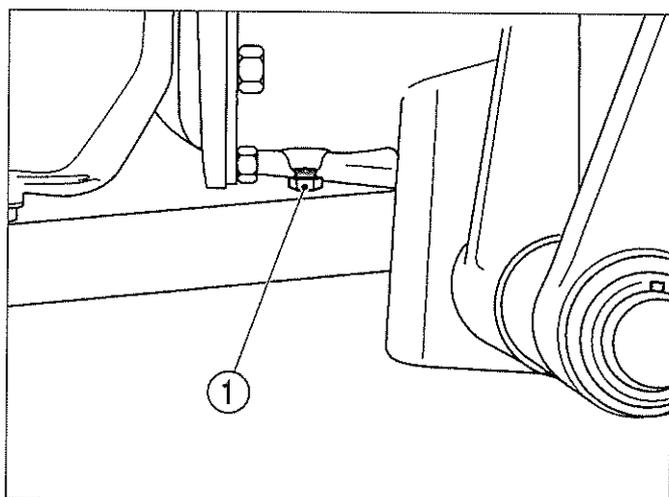

FIG. 76 / ABB. 76 / FIG. 76
8. Bouchon du carter d'embrayage (Type MU) - placez le bouchon 1/8" (1) de la fig. 76 dans l'orifice situé au bas du carter d'embrayage.